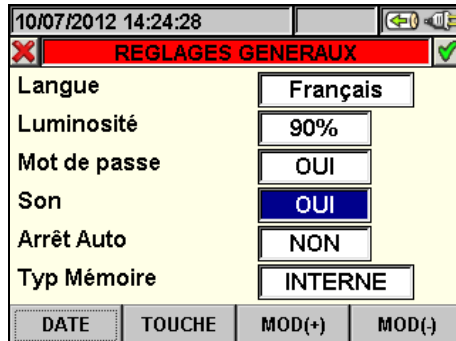

Fig. 14 : Page-écran de réglage pour le son des touches
1. Placer le curseur à l'aide des touches fléchées haut ou bas sur la ligne « Son » qui apparaît en bleu, comme il est montré à la Fig. 14 :